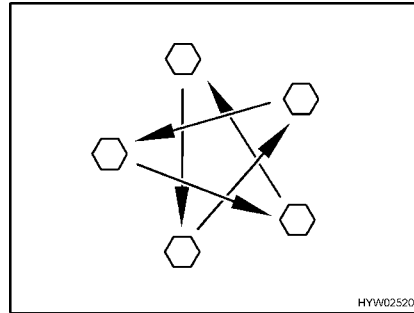

Bild 169 Radmuttern oder Radschrauben über Kreuz anziehen
- Radmuttern oder Radschrauben regelmäßig auf festen Sitz prüfen. Radmuttern oder Radschrauben eines ausgewechselten Rades nach 50 km nachziehen (Bild 169). Anziehdrehmoment siehe Abschnitt 14.5.2.
- Wenn neue oder neu lackierte Felgen verwendet werden, die Radmuttern oder Radschrauben zusätzlich nach ca. 1000 bis 5000 km nachziehen (Bild 169).
- ▷ Radmuttern oder Radschrauben über Kreuz anziehen (Bild 169).